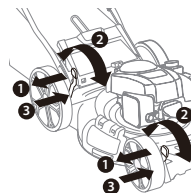

Fig. 8
2. Para cambiar la altura de corte, presiona la palanca de ajuste de altura hacia la rueda (1, Fig.8).
3. Mueve la palanca hacia arriba o hacia abajo hasta la posición deseada (2, Fig.8), suelta la palanca para bloquear la rueda en posición. Comprobar que las ruedas traseras y las delanteras están a la misma altura. (3, Fig.8)